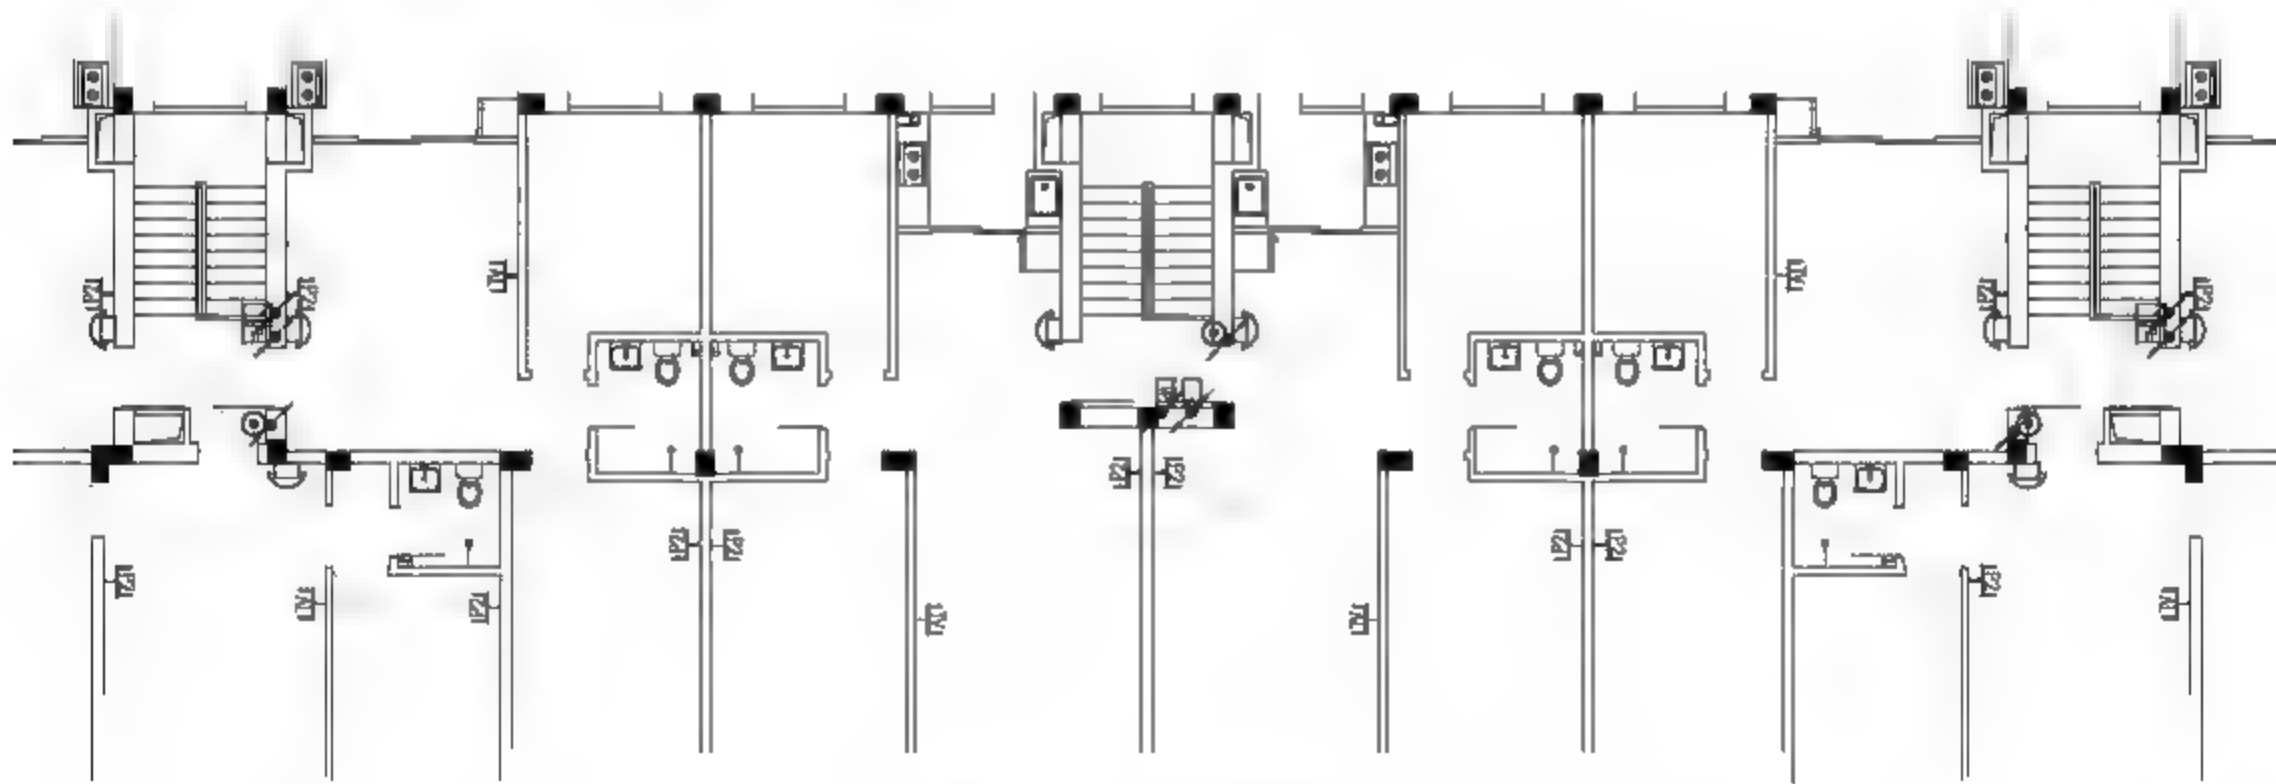

图12-14 布置设备
**02** 调入设备图块。在本书配备资源中的“素材\第12章\电气图例.dwg”文件中选择对讲机、分线盒等图块，将其复制至当前图形中，如图12-14所示。